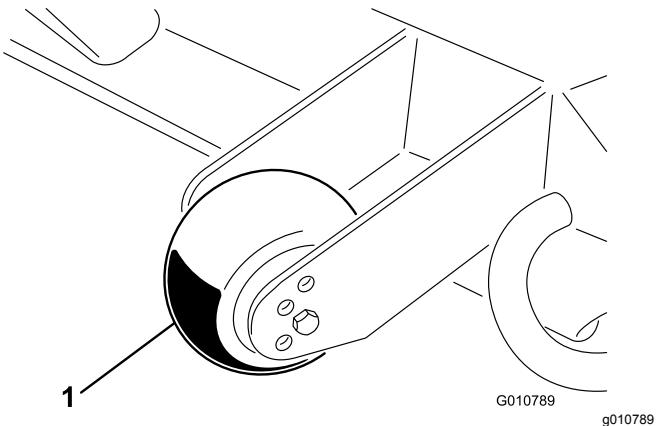

Bild 12
1. Entfernen Sie die Kopfschraube und Mutter, mit denen die Radstelze an den Schneideinheitshalterungen befestigt ist (Bild 12).